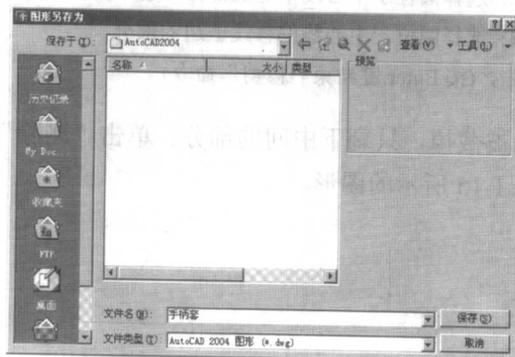

图 1-13 保存图形
(1) 启动程序：在桌面上双击 AutoCAD 2004 应用程序图标 ，或选择“开始”→“程序”→“AutoCAD 2004”→“AutoCAD 2004”命令，打开 AutoCAD 2004 应用程序窗口，开始画图。
(2) 新建图形：选择“文件”→“新建”命令或单击工具栏上的  按钮新建一个文件，出现“选择样板”对话框，选择默认模板 acadiso.dwt，单击“打开”按钮开始绘制新图。
(3) 保存图形：选择“文件”→“保存”命令或单击工具栏上的  按钮保存文件，出现如图 1-13 所示的“图形另存为”对话框，在“保存于”后的下拉列表框中选择存放文件的位置，在对话框下方的“文件名”文本框中输入“手柄套”作为该文件的文件名。